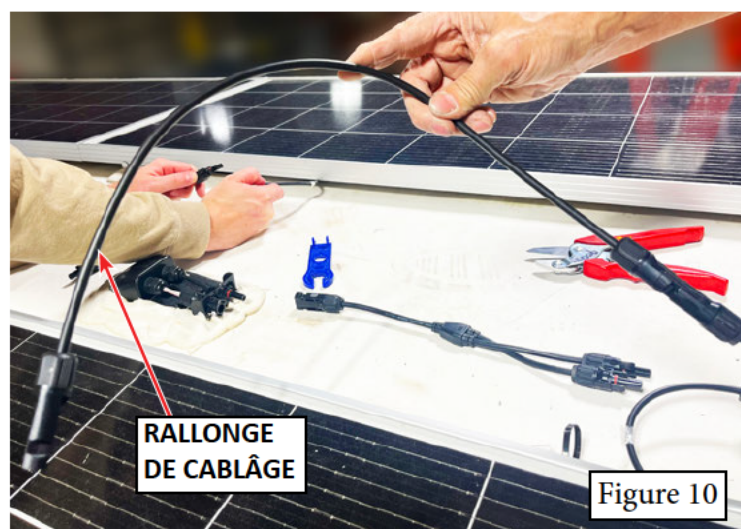
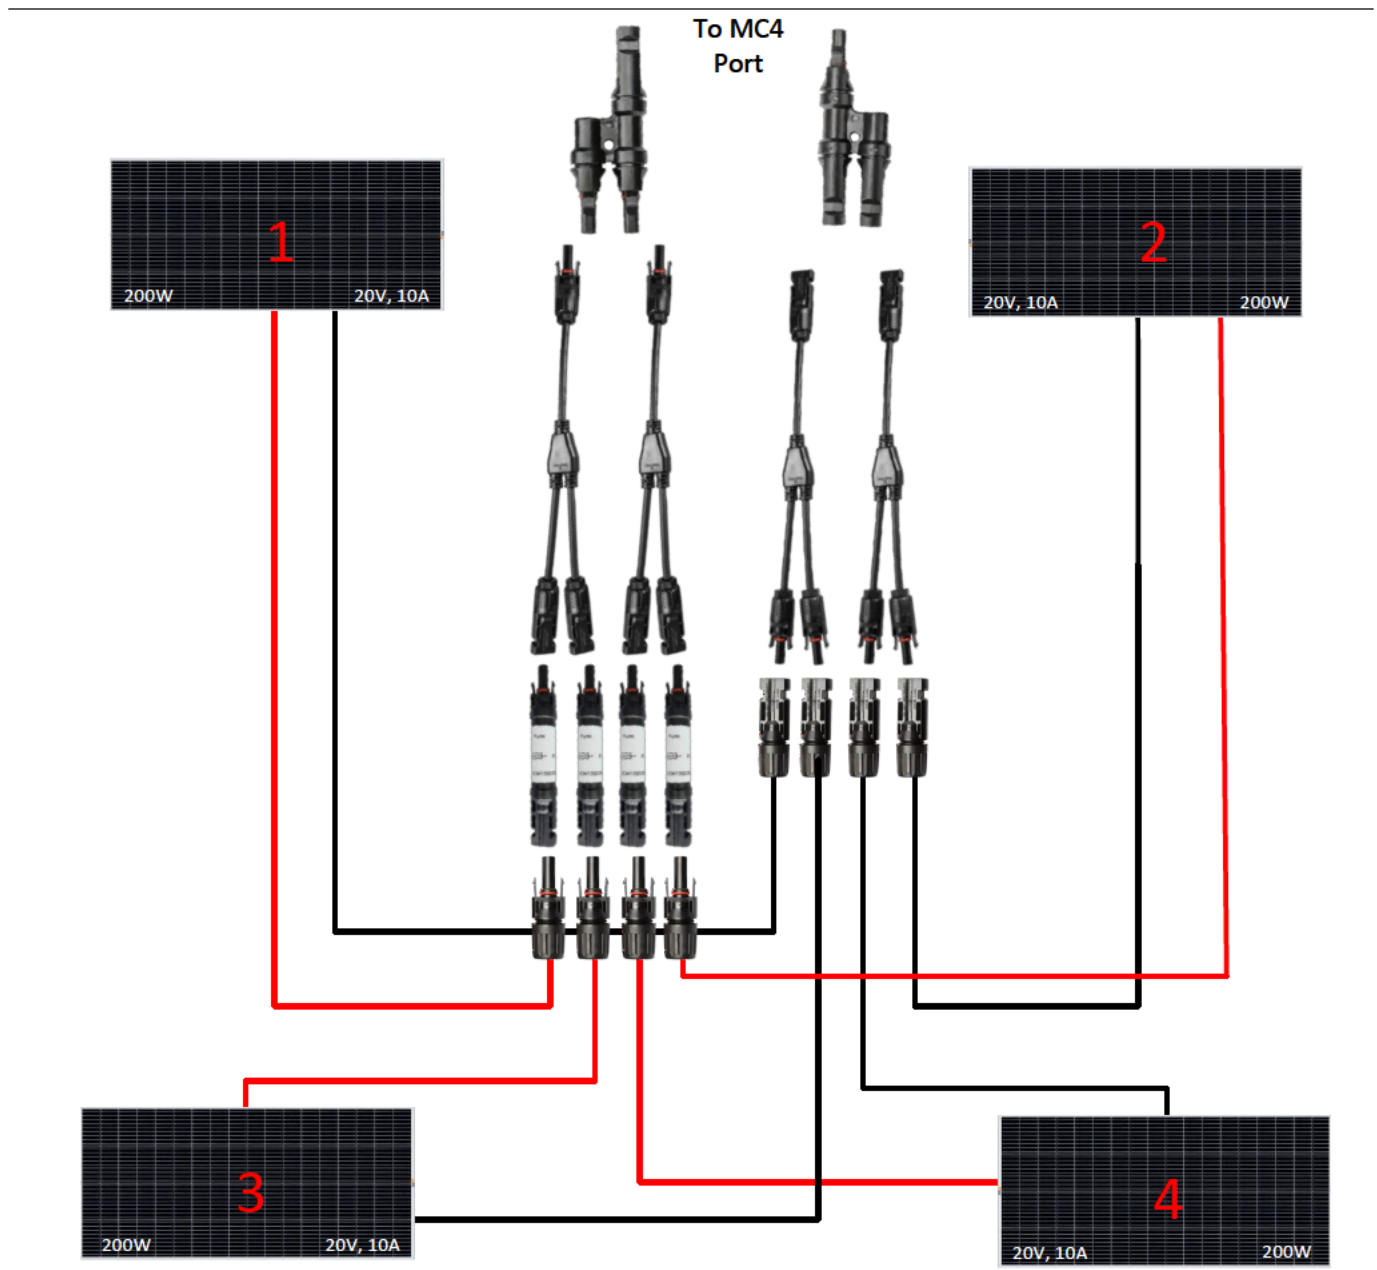

Figure 10
Figure 11
11. Commencez à câbler les panneaux ensemble selon les schémas ci-joints (schéma de câblage actuel - Figure 11, page 11, NOUVEAU schéma de câblage - Figure 12, page 12). Installez la rallonge (56 po - N° de pièce T113021 pour le plan de toit 3250, 24 po - N° de pièce 104366 pour tous les autres plans de toit) (Figure 10).
12. Le câblage actuel combine (4) panneaux solaires de 200 W en parallèle (Figure 11).